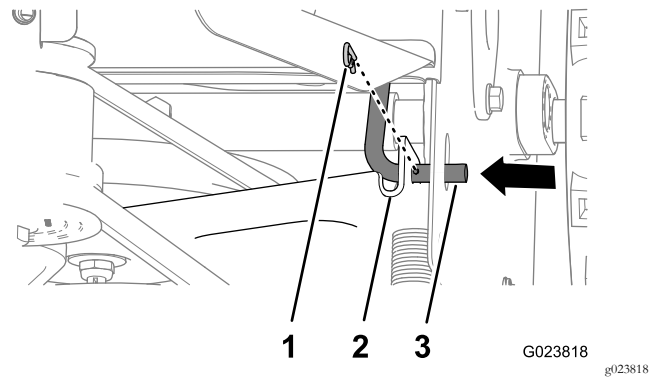

Bild 41
- Nehmen Sie den Splint von der Fahrantriebsstange ab (Bild 41).
- Bewegen Sie die Stange nach innen, um die Fahrantriebsstange von der Fahrantriebshalterung abzunehmen (Bild 41).
- Schieben Sie die Fahrtriebshalterung nach hinten und fluchten das Loch in der Halterung mit der Fahrtriebstange aus (Bild 41).
- Stecken Sie die Stange durch die Halterung und befestigen sie mit dem Lastösenbolzen (Bild 41).